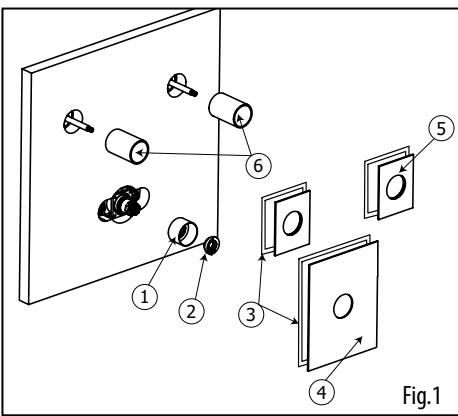
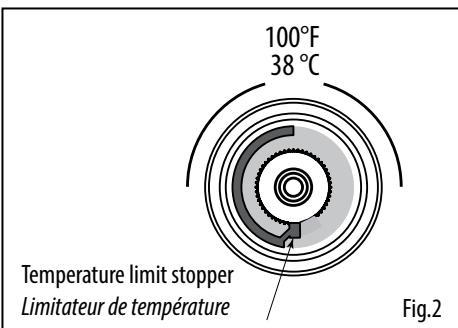

Fig.1
Fig.2
Before installing the trims (4 & 5), thread on the cylinders (1 & 6) to the thermo cartridge body and the shut-off valves (Fig.1). Insert and position the temperature limit stopper (2) as illustrated (Fig.2).
Avant d'installer les plaques décoratives (4 & 5), visser les cylindres (1 & 6) autour de la cartouche thermostatique et des valves d'arrêt (Fig.1). Insérer et positionner le limiteur de température (2) à sa position tel qu'illustrée (Fig.2).